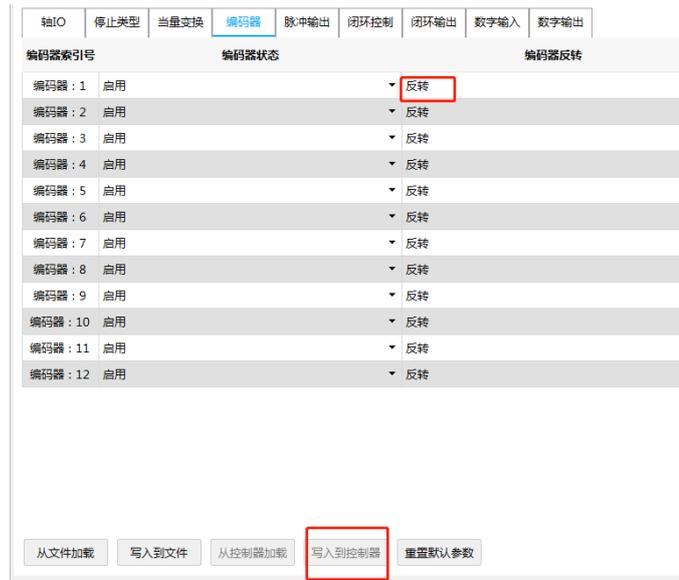

图46
- 1、编码器位置和规划位置相反；有两种方法解决，一种是调节驱动器的参数；另外可以到“控制器配置”，“编码器”选项，“编码器取反”选项取一次反即可，再“写入控制器”即可，如图46所示。